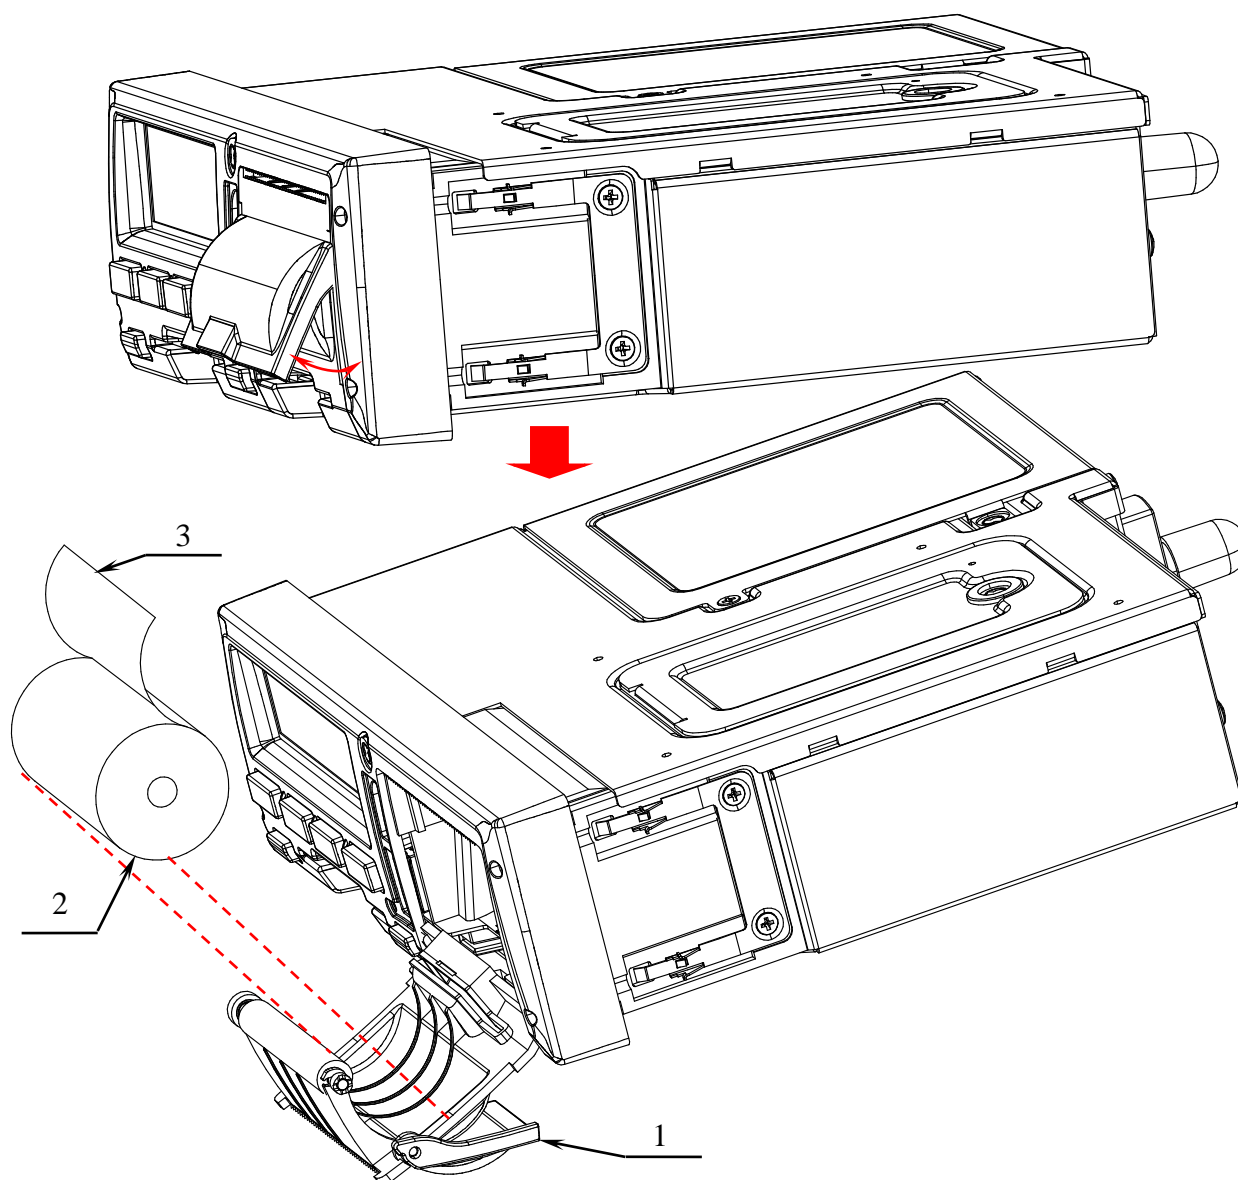

Рисунок 25.
1. Открыть крышку отсека термопечатающего механизма – 1 (см. рисунок 25), потянув за специальную ручку на крышке.
2. Установить рулон термобумаги (2) в лоток (термочувствительный слой ленты расположен с внешней стороны ленты!) и вытянуть свободный конец ленты (3).